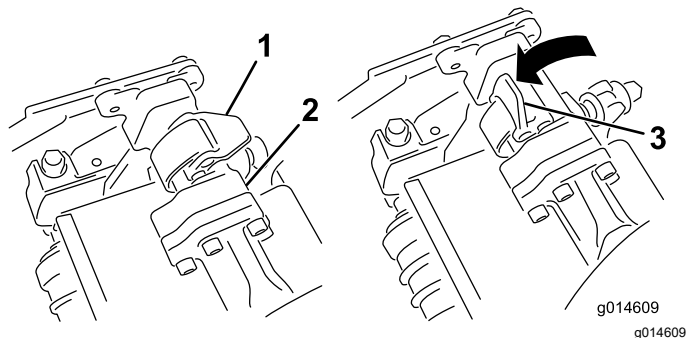
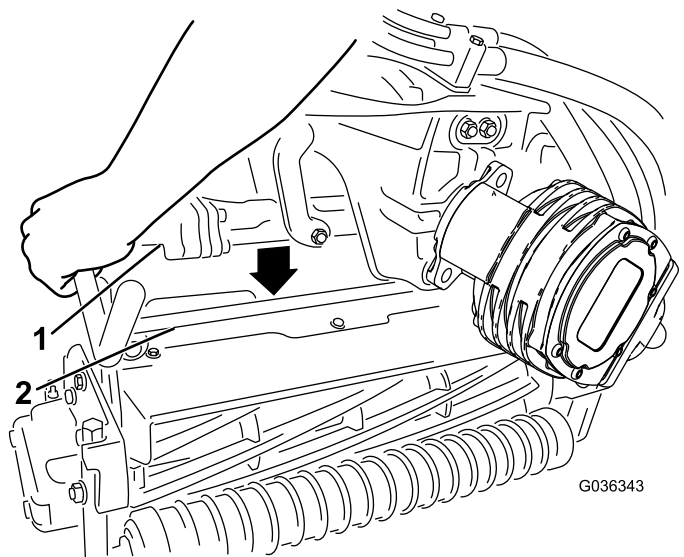

Figura 57
Figura 58
4. Con i fermi del braccio di sospensione rivolti verso l'alto (cioè aperti) (Figura 57), premete il braccio di sospensione verso il basso in modo che la barra si inserisca nella barra della parte superiore dell'apparato di taglio (Figura 58).
5. Chiudete i fermi spostandoli verso il basso e attorno alla barra dell'apparato di taglio, quindi bloccateli in posizione (Figura 57).
5. Aprite i fermi sulla barra del braccio di sospensione dell'apparato di taglio che state rimuovendo (Figura 57).